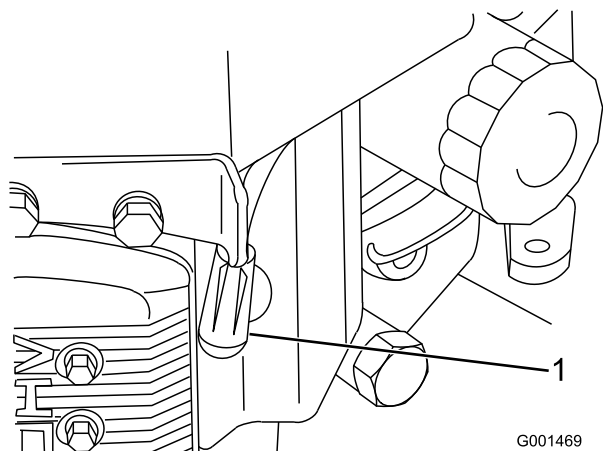

Figura 38
3. Scollegate il cappellotto dalla candela (Figura 38).